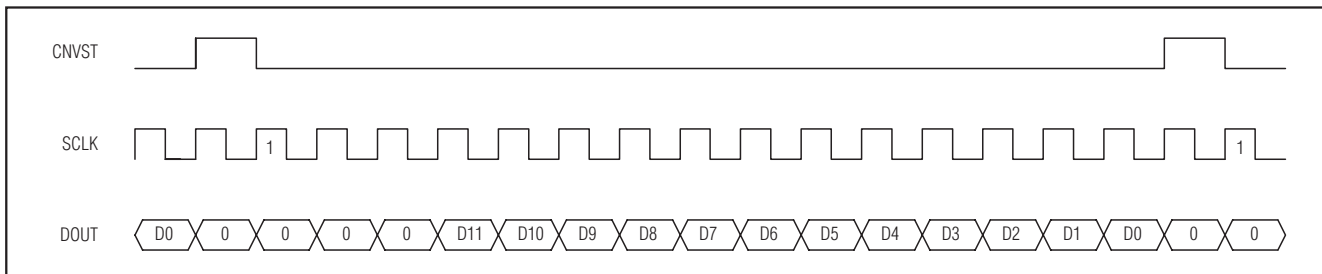
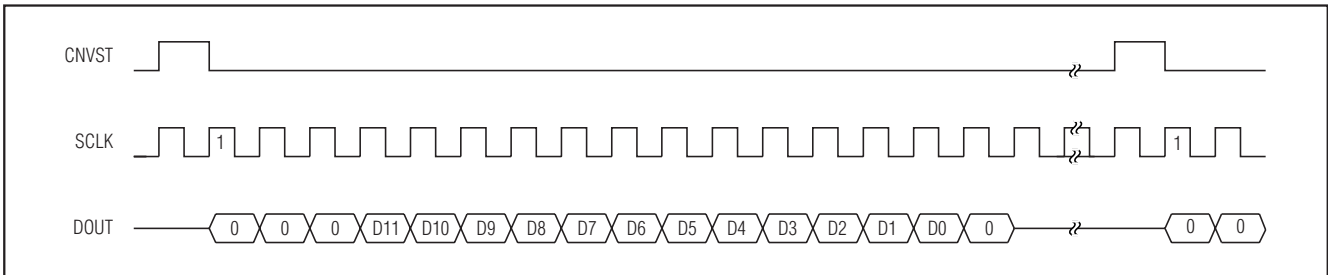
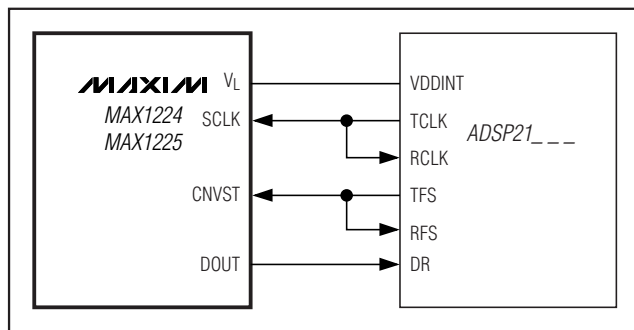

图 17. DSP 接口——连续转换
图 18. DSP 接口——单次转换，连续/突发时钟
图 19. 连接至 ADSP21_--
MAX1224/MAX1225 也可以采用以下方式与 TMS320C54_ 连接：利用数据传输 (DX) 引脚驱动 CNVST 信号，内部产生的 CLKX 信号驱动 SCLK。CNVST 信号需要一个上拉电阻，以便在 DX 变为高阻态时使其保持高电平，并且必须不断地向 DXR 寄存器写入 0001h，以进行连续转换。将 00FFh 写入 DXR 寄存器，可能将进入关断模式 (参考图 17 和图 18)。
MAX1224/MAX1225 可以直接与 Analog Devices, Inc 的 ADSP21_ _ _ 系列 DSP 连接。图 19 给出了 MAX1224/MAX1225 与 ADSP21_ _ _ 的直接连接方式。与 MAX1224/MAX1225 接口时有两种可编程的工作模式。为了进行连续转换，CNVST 信号置为低电平，在传输上次结果的 LSB 期间拉高一个时钟周期。ADSP21_ _ _ 的 STCTL 与 SRCTL 寄存器应该配置为超前成帧 (LAFR = 0) 和高电平有效帧 (LTFS = 0, LRFS = 0) 信号。在这种模式下，设置与数据无关的帧同步位 (DITFS = 1)，而无需多次写入传输数据寄存器。对于单次转换，CNVST 信号为闲置高电平，并在整个转换期间拉低。因此，ADSP21_ _ _ 的 STCTL 和 SRCTL 寄存器应该配置为滞后成帧 (LAFR = 1) 和低电平有效帧 (LTFS = 1, LRFS = 1) 信号。在此条件下，将字长设置为 8 位 (SLEN = 1001)，这也是最好的进入关断模式的方法。当 MAX1224/MAX1225 工作电源电压高于 DSP 的电源电压时，连接 V_L 引脚至 ADSP21_ _ _ 电源电压 (参考图 17 和图 18)。